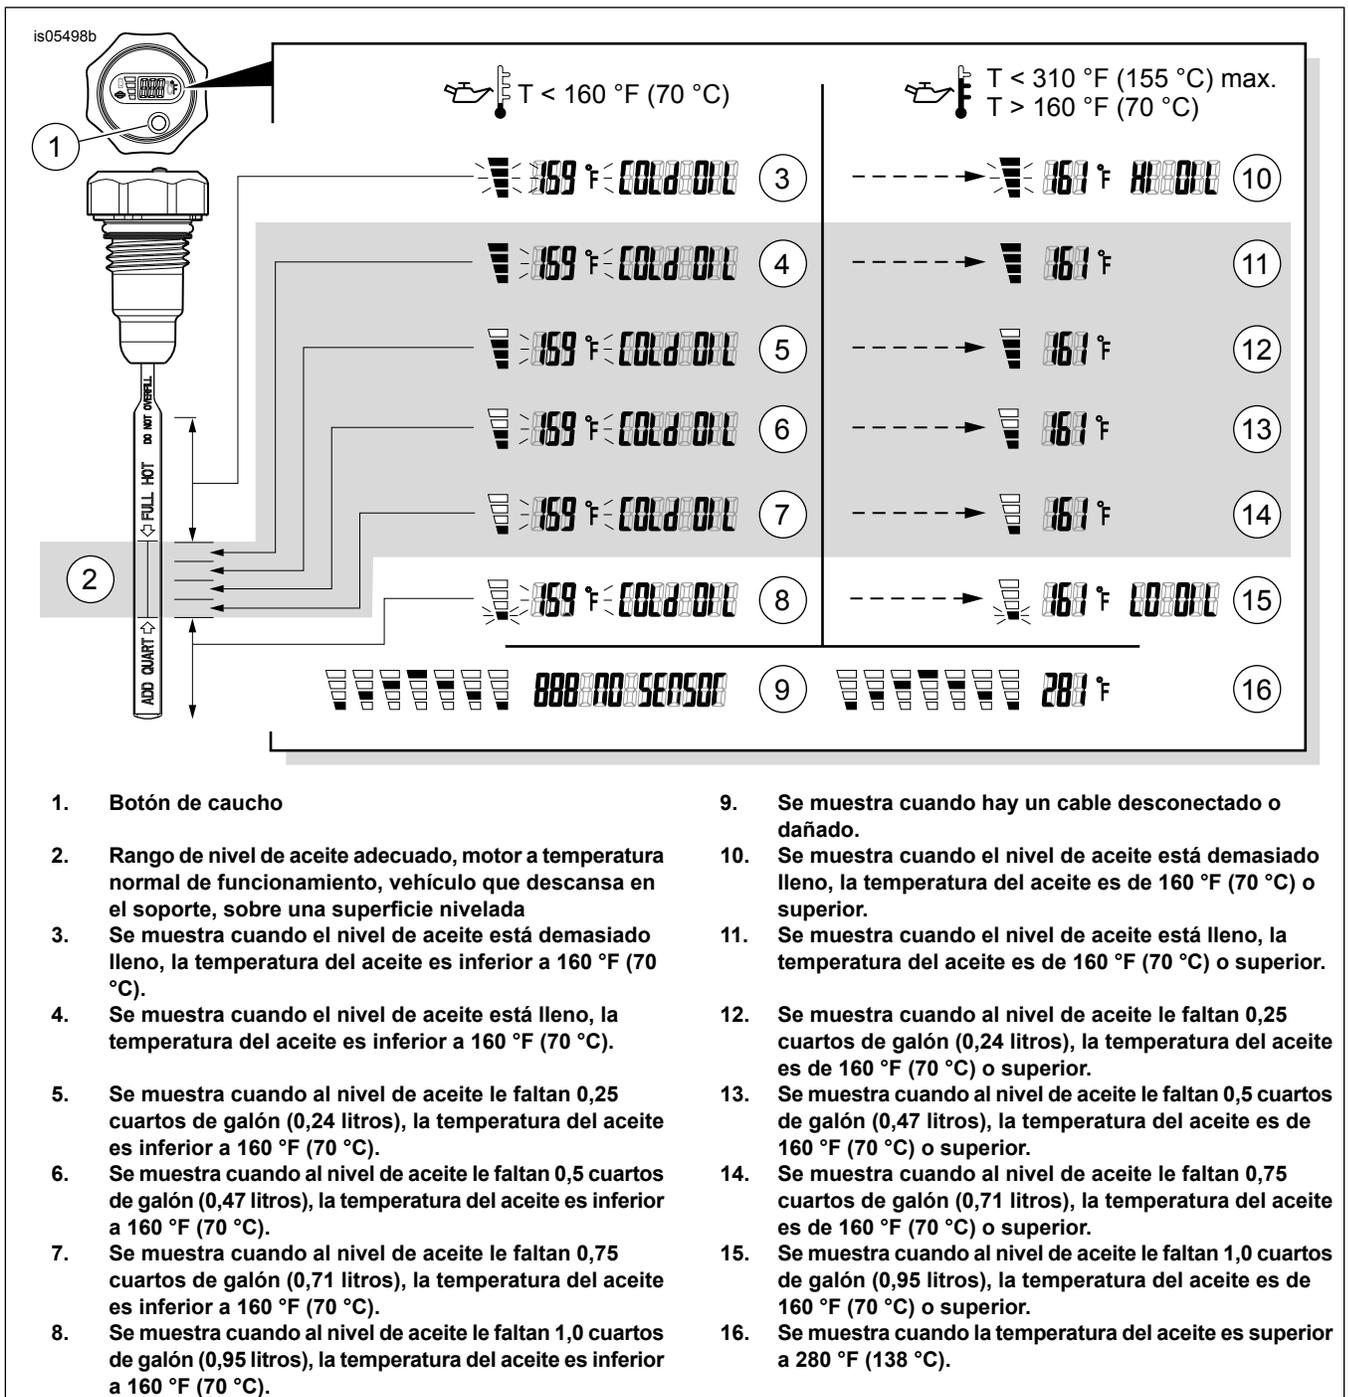

Figura 1. Varilla medidora LCD de temperatura/nivel de aceite
Vea Figura 1. Presione y suelte el botón de caucho en la cara frontal para mostrar:
- El nivel de aceite adecuado sería el que se indica en Figura 1 , pantalla 4-8 (las barras muestran el nivel de aceite y el intermitente la temperatura del aceite, seguido del mensaje "ACEITE FRÍO" cuando el motor está frío). NO AGREGUE ACEITE hasta la marca FULL (lleno) en la varilla medidora de un motor FRÍO.
- Presione y suelte el botón de caucho en la cara frontal de la varilla medidora LCD de temperatura/nivel de aceite para mostrar la temperatura y el nivel de aceite en el tanque de aceite. El nivel de aceite adecuado sería el que se indica en Figura 1 , pantalla 11-14.
Un código de error "888 NO SENSOR" y barras de nivel animadas (Figura 1 , pantalla 9) indica un cable desconectado o dañado.
Para ayudar a prevenir el fallo de la electrónica en el interior, la varilla medidora no mide el nivel de aceite cuando la temperatura del aceite sobrepasa 138°C (280°F). Se muestran barras de nivel animadas, junto con la temperatura (Figura 1 , pantalla 16), hasta una lectura máxima de 155° C (310°F).